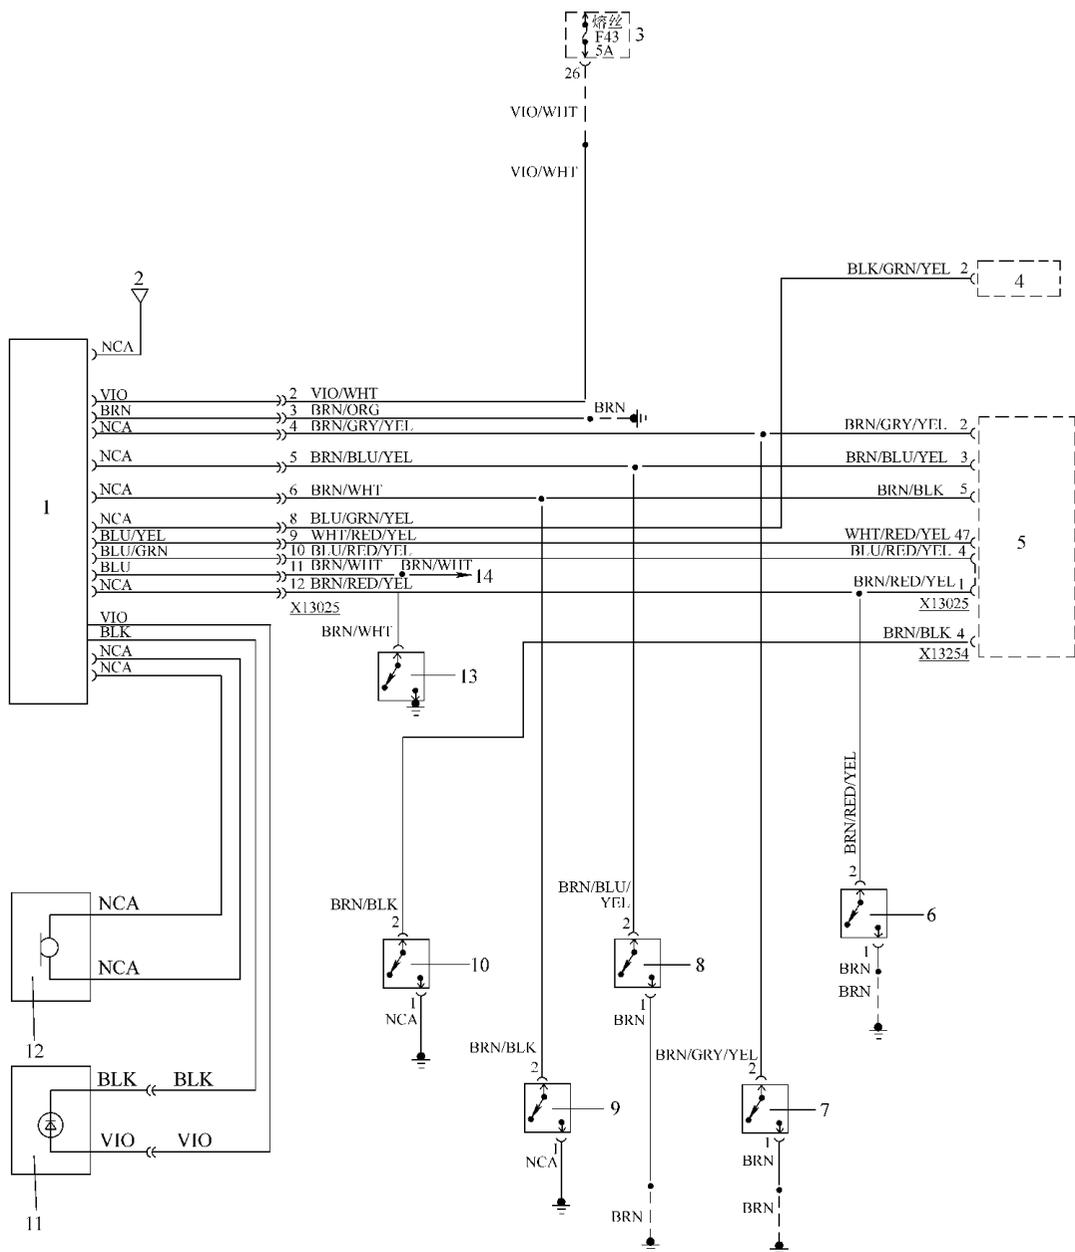
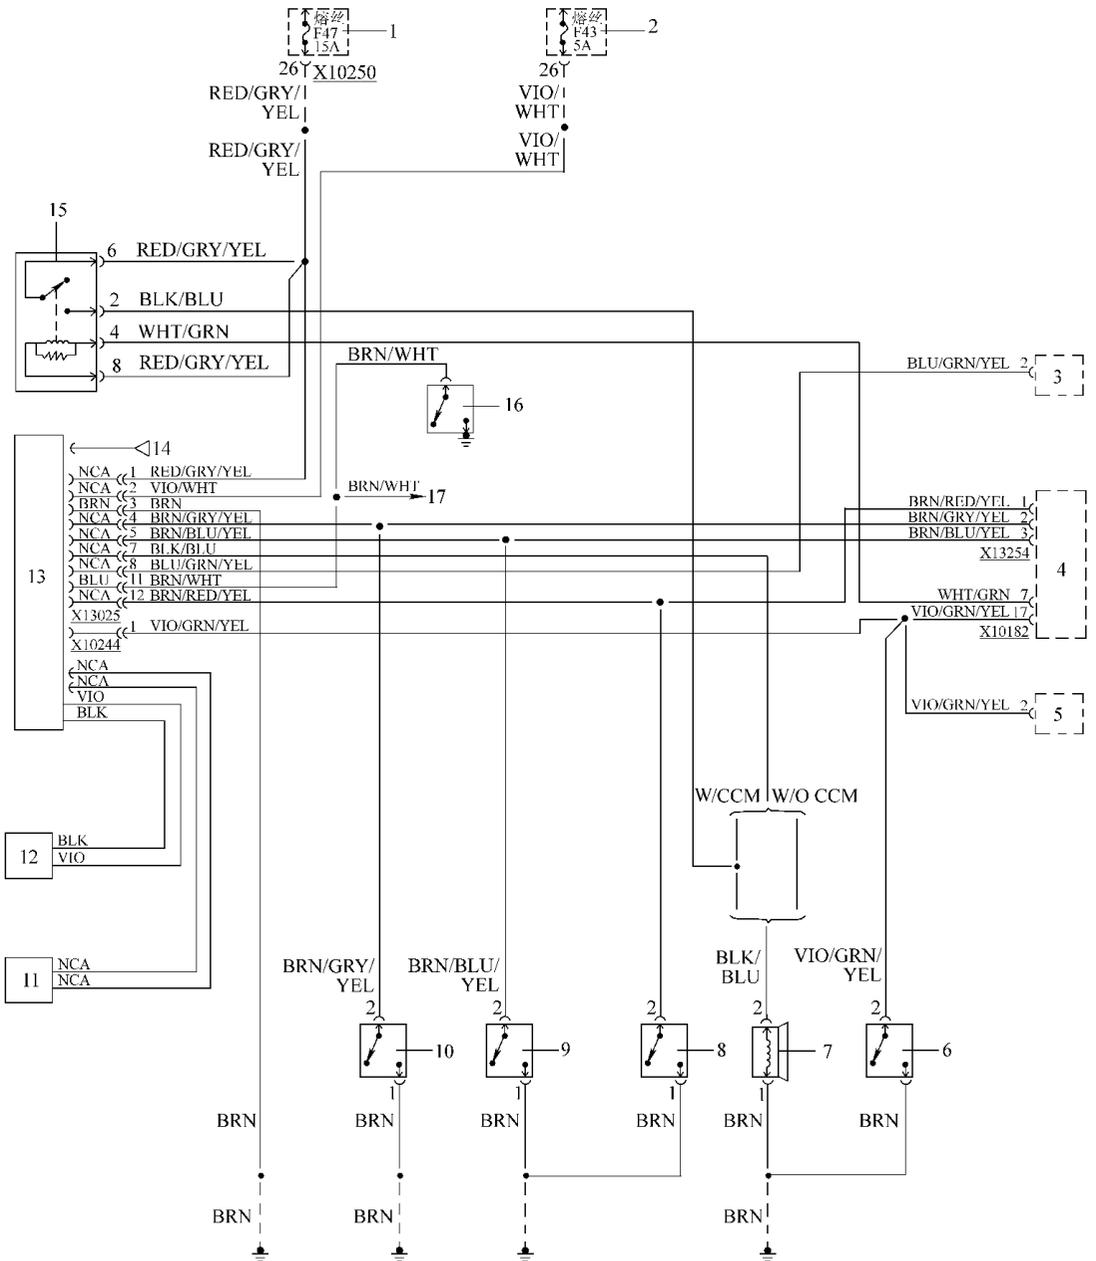

图 7-19 宝马 318i、318ic、318is、325i、325ic 和 325is 防盗系统电路 (1994 年, 早期生产)
图 7-22 宝马 318ti 防盗系统电路 (1995 至 1996 年车型)
(1) 宝马 3 系中央门锁与防盗系统电路, 如图 7-19 ~ 图 7-22 所示。